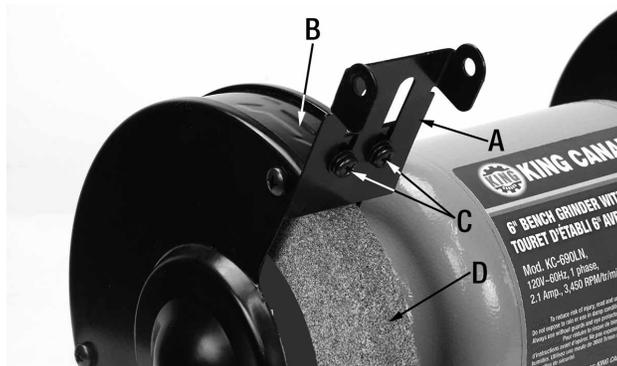

FIGURE 3
1. Installez la plaque anti-étincelles (A) Fig.3 à l'avant du protège-meule (B) en utilisant deux vis à tête bombée, rondelle à ressort et rondelle (C). Répétez pour l'autre côté.